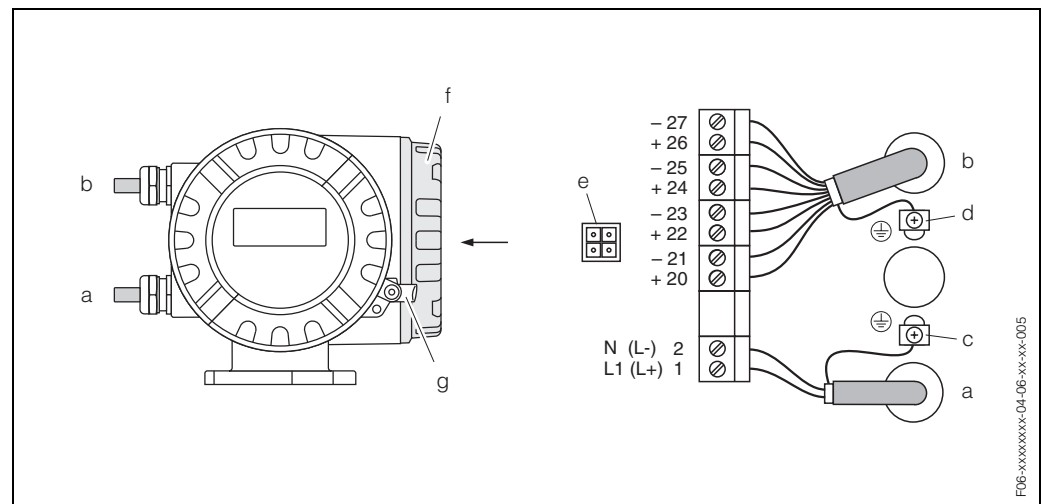

Abb. 14: Anschließen des Messumformers (Aluminium-Feldgehäuse). Leitungsquerschnitt: max. 2,5 mm²
- Anschlussplan Aluminiumgehäuse → Abb. 14